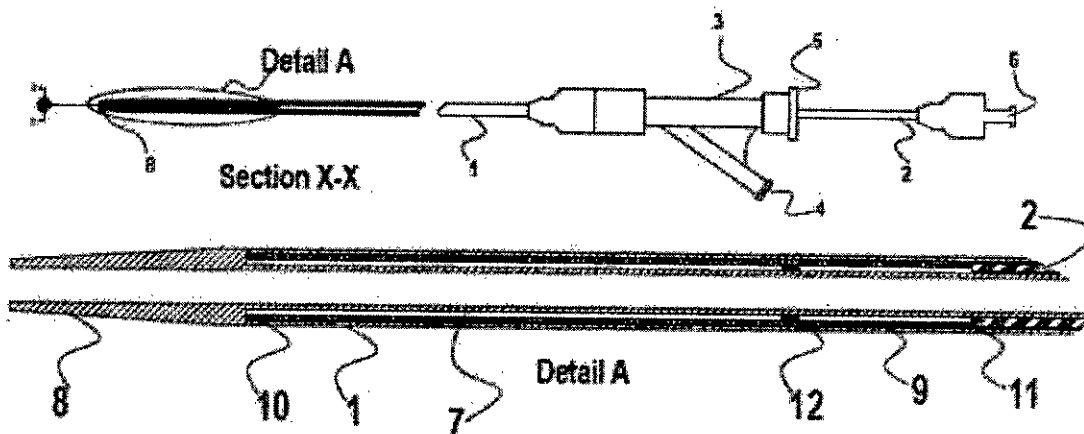

Figura 1
El sistema de stent vascular es un stent autoexpandible premontado e implantado con un sencillo sistema introductor sobre guía y vaina retraíble. El stent es un stent conectado casi por completo formado por un tubo de nitinol superelástico y construido a través de la integración de puntales enrollados helicoidalmente con espirales helicoidales flexibles. Tanto los elementos de puntales como las espirales helicoidales proporcionan rigidez radial y un mecanismo de expansión. El stent es muy flexible y la descamación será mínima o inexistente. Una vez desplegado, el stent alcanza su diámetro predeterminado y ejerce una fuerza constante y suave hacia fuera para mantener un lumen sin obstrucción. El sistema de stent vascular, como se muestra en la figura 1, se compone de una vaina exterior de 6 Fr (1) y un cuerpo coaxial interior. El cuerpo interior se compone de un tubo empujador (2) y un tubo de guía (7). El tubo empujador (2) colinda axialmente con el extremo proximal del stent (9) y el tubo de guía (7) es coaxial al stent (9) y al tubo empujador (2). El tubo de guía (7) termina distalmente en una punta de catéter (8) y empieza proximalmente en un conector luer (6) diseñado para aceptar una guía de 0,035 pulgadas (0,89 mm). El lumen creado por el diámetro interior del tubo de guía (7) se lava antes del procedimiento mediante líquido inyectado a través del conector luer proximal (6). La vaina exterior de 6 Fr (1) se conecta proximalmente a un mango (3) que tiene una conexión en Y con un luer hembra (4) y una válvula Tuohy-Borst (5) en la parte proximal del tubo empujador (2). El stent autoexpandible (9) está constreñido en el espacio entre la vaina exterior (1) y el tubo de guía (7). Este espacio se lava antes del procedimiento mediante líquido inyectado a través de la conexión en Y con el luer hembra (4). La colocación del stent en la lesión en tratamiento se realiza antes del despliegue utilizando los marcadores distales del stent (10) y el marcador proximal de colocación (12). Estos conjuntos de marcadores indican la posición aproximada del stent tras el despliegue. Los marcadores proximales del stent (11) están próximos al marcador proximal de colocación (12) e indican la cantidad que se acortara el stent durante el despliegue. El sistema de stent está diseñado para acortarse desde el extremo proximal al distal durante la implantación. Por ello, una vez colocada la parte distal del stent en el área en tratamiento, no se moverá durante el resto del despliegue del stent y la mayor parte del acortamiento del stent tendrá lugar en el extremo proximal. Los marcadores distales y proximales del stent radiopacos (10 y 11), están fijados a cada extremo del stent.
a. La **longitud constreñida máxima** es la longitud del stent para el diámetro del vaso de referencia más pequeño indicado. Esta longitud se indica en el sistema con el *marcador proximal de colocación* (consulte (12) en la figura 1).